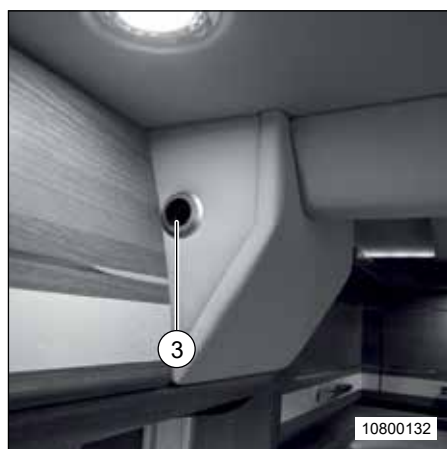

Fig. 146 Commande d'urgence du lit pavillon central
- Faire passer la manivelle à travers le trou (Fig. 146, Pos. 3).